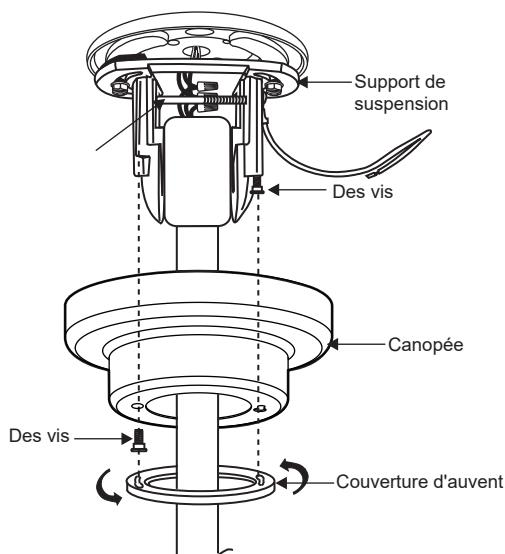

Fig. 15
- Faites glisser l'auvent jusqu'au plafond et placez les vis de montage dans les trous de serrure situés sur la face de l'auvent. Faites pivoter la verrière dans le sens des aiguilles d'une montre. (Fig.15) Ensuite, tout en tenant le pavillon d'une main, faites glisser le couvercle des vis de montage sur les têtes des vis de montage et tournez-le dans le sens des aiguilles d'une montre jusqu'à ce qu'il soit bien serré. Si nécessaire, ajustez les vis du pavillon jusqu'à ce que le pavillon et le couvercle des vis de montage soient bien ajustés.